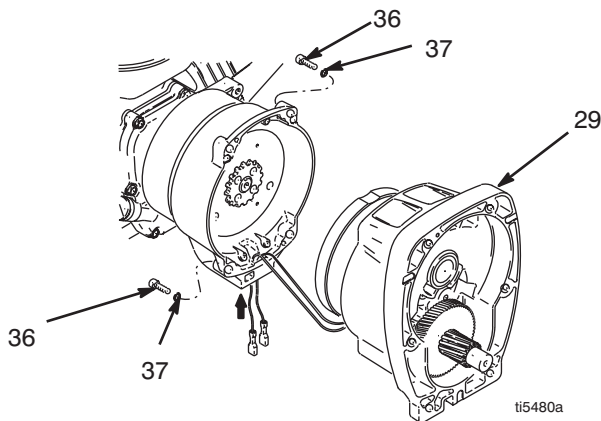
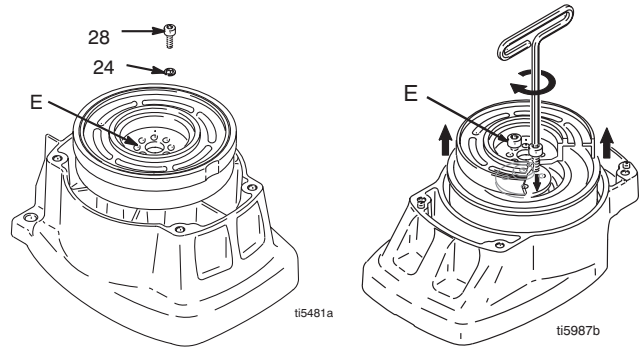

FIG. 4
FIG. 5
2. FIG. 4. Kople fra clutchkabelkopleingene inne i trykk-reguleringen.
- a. Fjern to skruer (71) og sving dekslet (130a) ned.
3. FIG. 4. Fjern fire skruer (36) og pinjong-enheten (29).
4. FIG. 5. Legg pinjong-enheten (29) på arbeidsbenken med rotorsiden vendt opp.
5. Ta ut de fire skruene (28) og låseskivene (24). Sett to av skruene i hullene med gjenger (E) i rotoren, eller trekk til skruene helt til rotoren kommer av.
9. FIG. 5. Legg pinjong-enheten på arbeidsbenken med rotorsiden vendt opp.
10. Ha locktite på skruene. Monter fire skruer (28) og låseskiver (24). Skruene trekkes til vekselvis med et moment på 125 in-lb helt til rotoren sitter godt. Bruk hullene med gjenger til å holde rotoren.
11. FIG. 4. Monter pinjong-enheten (29) med fire skruer (36) og skiver (37).